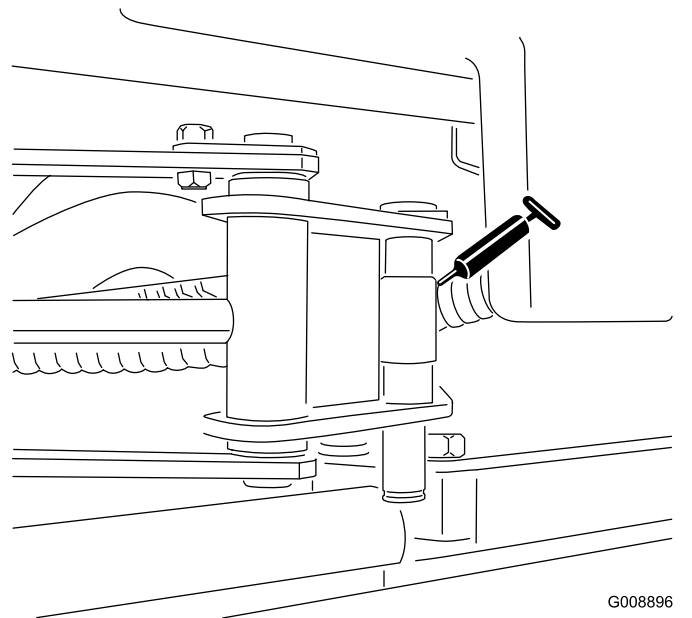

Figure 29
- 2 extrémités de vérin Sidewinder (Figure 29)